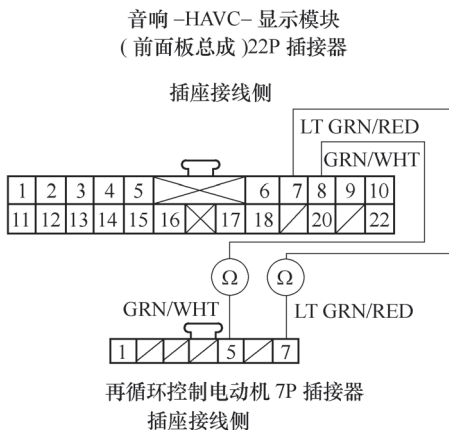

图 5-108 检查前面板总成 22P 插接器 7、8 号端子与再循环控制电动机 7P 插接器 7、5 号端子之间的导通性
11) 如图 5-108 所示，检查前面板总成 22P 插接器 7 号和 8 号端子分别与再循环控制电动机 7P 插接器 7 号和 5 号端子之间的导通性。如果导通，检查前面板总成 22P 插接器和再循环控制电动机 7P 插接器之间的导线是否松动或接触不良，如果连接完好，换上确认良好的前面板总成，并重新检查，如果症状 / 指示消失，则需更换原来的前面板总成；如果不导通，维修前面板总成和再循环控制电动机之间的导线开路故障。